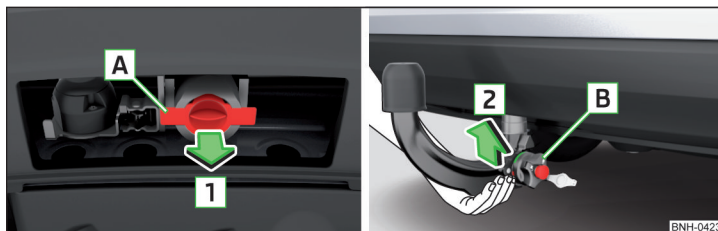

Fig. 125 Scoaterea clapetei pentru locașul de fixare/introducerea tijei cuplei
- Scoateți clapeta pentru locașul de fixare [A] în sensul săgeții [1] » fig. 125.
- Prindeți tija cuplei de jos » fig. 125 și introduceți-o în locașul de fixare în sensul săgeții [2] până când se fixează cu zgomot » ⚠.
- Montați clapeta pentru locul de fixare **A** în sens opus săgeții **1** » fig. 125 la pagina 119.